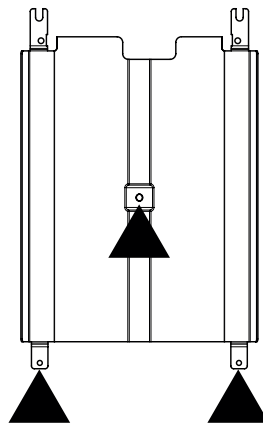

Figure 14b
- L'épandeur de flammes est relié à deux pattes ou épaulements et fixé à l'aide de trois vis. Retirez les vis, faites glisser l'épandeur de flamme vers l'arrière et sortez l'épandeur de la cavité du four (voir la figure 14b).